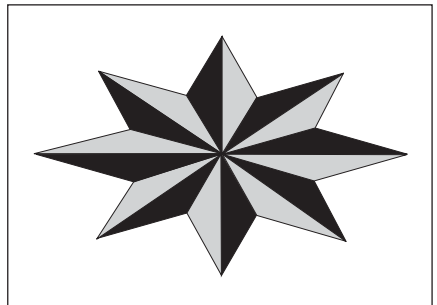

Fig. 6
- Recorte las secciones para las que se sustituye el segundo color. Extraiga estas piezas y coloque el lado largo contra una regla arriba del color a insertarse en la estrella. Use la pieza de plantilla y corte a lo largo de los dos lados cortos. Extraiga la pieza y corte a lo largo de la regla para formar el tercer lado. Inserte las secciones en la estrella y fije las piezas juntas usando cinta. Coloque la estrella en el tercer color y fije con cinta. Marque alrededor de toda la estrella y deje a un lado. Corte a lo largo de las líneas marcadas y cambie con la estrella de dos colores (Fig. 6).